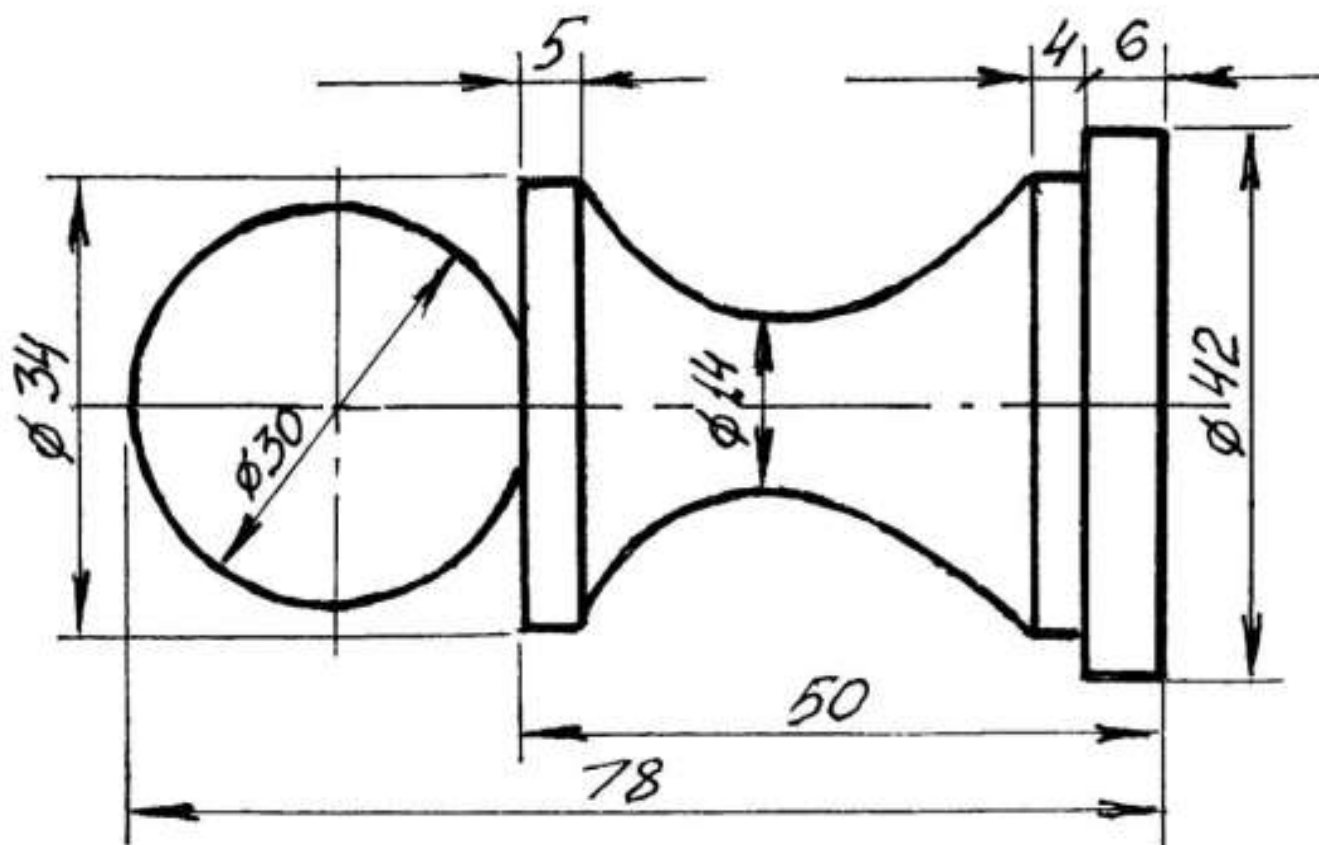

Рис. 1
1. -изготовить по чертежу Рис. 1 - две шахматные фигуры-пешки;